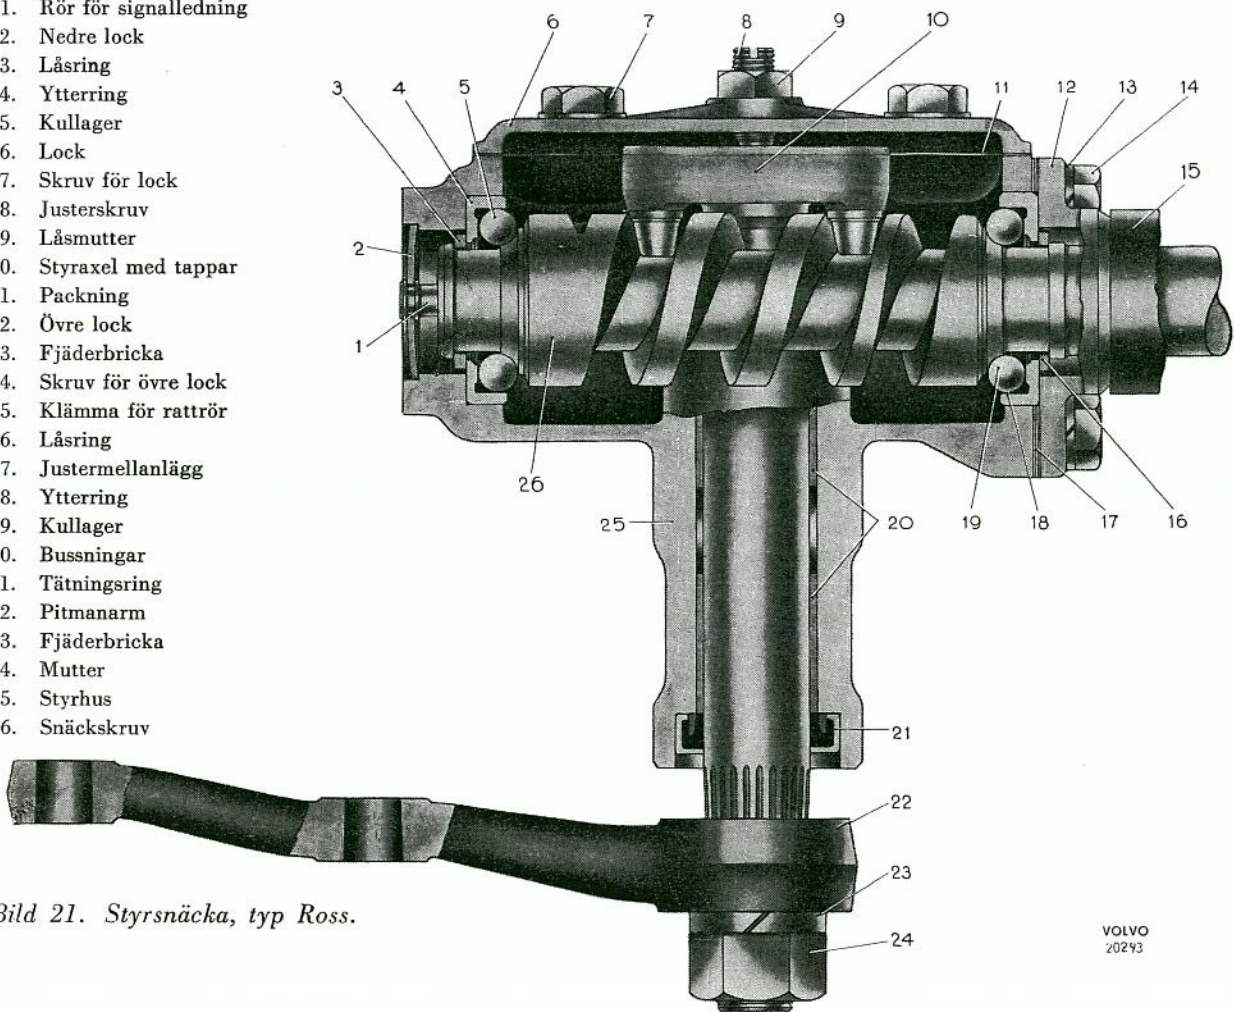

Bild 21. Styrnäska, typ Ross.
3. Demontera locket (6 bild 21) och tappa av oljan. Lyft ur styraxeln.
4. Skruva bort de tre skruvarna för locket (12) och lyft bort detta. Tag vara på justermellanlägggen.